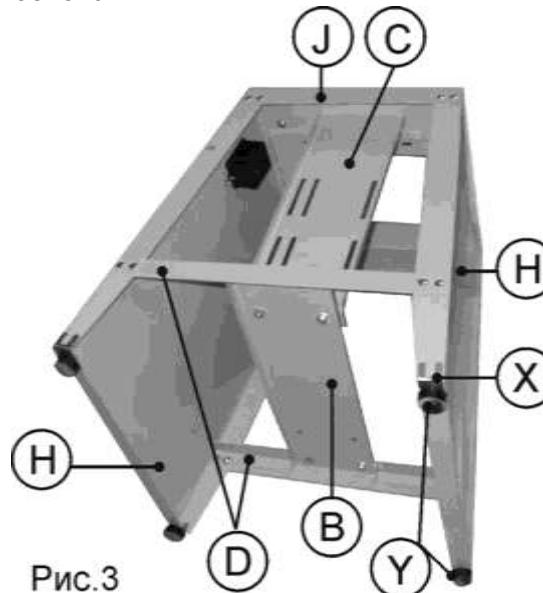

Рис.3
- 8.1.1. Установите четыре накладки (Х) и четыре подушки (Y) на передней и задней панелях (Н) , Рис. 3.
- 8.1.2. Соедините переднюю и заднюю панели (Н) двумя нижними уголками (D) при помощи болтов с квадратными подголовками, шайб и гаек, Рис. 3.
- 8.1.3. Установите верхнюю плиту (J) и закрепите ее при помощи болтов с квадратными подголовками, шайб и гаек , Рис. 3.
- 8.1.5. Установите нижнюю плиту (В) при помощи болтов с квадратными подголовками, шайб и гаек, Рис. 3.